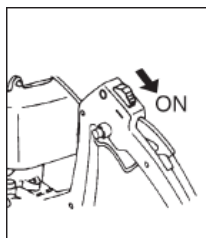

FIG. 3
- (1) Maneta de accelerație
- (2) Buton de blocare
3. Glisați comutatorul de aprindere spre partea motorului pentru a-l pune în poziția ON. (Fig. 3)